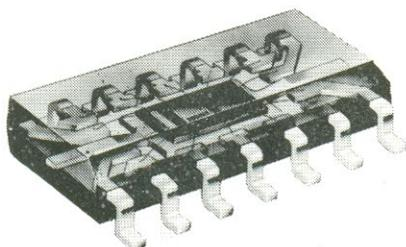

figura 4 - Já existe uma grande variedade de CIs para montagem em superfície. Aqui vemos um encapsulamento tipo SO-14.
- **Circuitos integrados:** a grande maioria dos CIs conhecidos já é oferecida sob a forma SMD: digitais e analógicos; TTL e CMOS; inversores; multivibradores; buffers; decodificadores; conversores A/D e D/A; circuitos PLL e muitos outros. No que se refere aos encapsulamentos, existem duas versões básicas, cujo comprimento varia com o número de pinos. Na figura 4, por exemplo, podemos ver um integrado SMD de 14 pinos em um invólucro tipo SO-14.